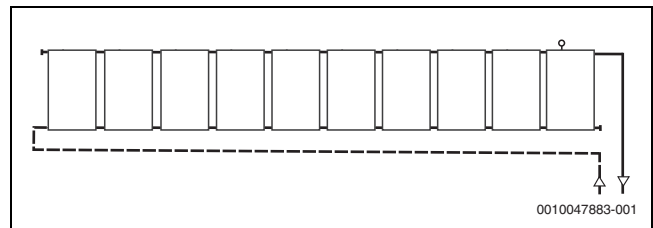

Bild 12 Wechselseitiger Anschluss (1 Reihe)
- ▶ Kollektorfeld wechselseitig anschließen (→ Bild 12).